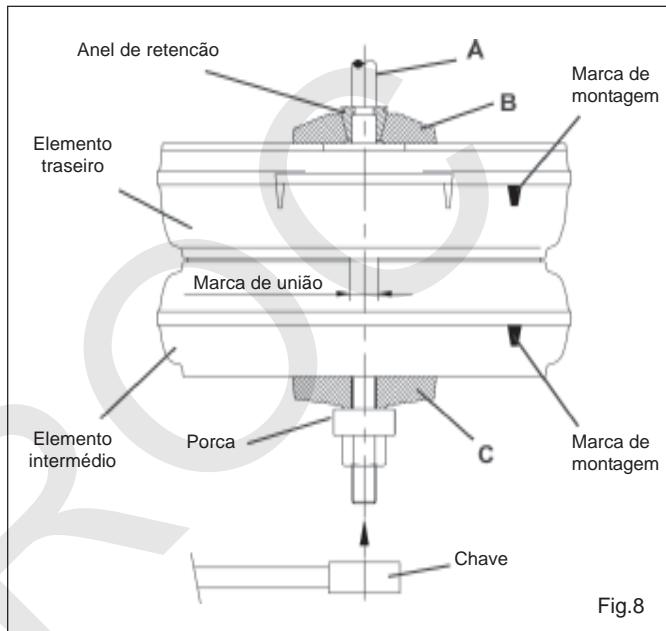

Fig.8
- Realizar o aperto até ao momento em que os elementos estejam em contacto e comprovar, olhando para o interior da câmara de combustão e verificando as condutas de fumos superiores (fig.8).